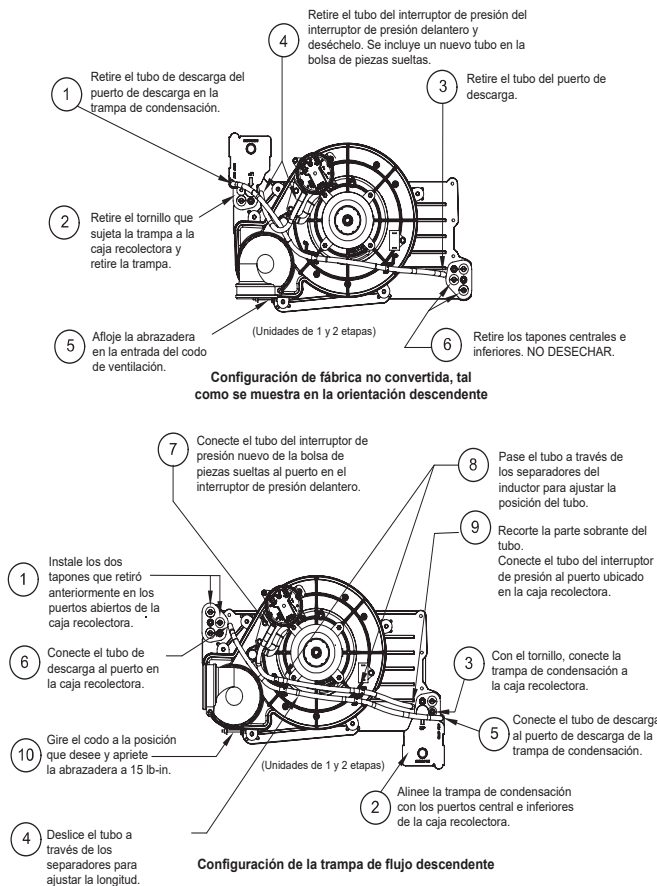

Fig. 9 – Configuración de la trampa de flujo descendente (La apariencia puede variar) A11587SP
Cuando el calefactor se instala en posición de flujo descendente, en un principio la trampa de condensación se encontrará, de fábrica, en la esquina superior izquierda de la caja recolectora. Consulte la imagen superior en la Fig. 9. En este caso, la trampa de condensación debe cambiarse de lugar para que la condensación drene adecuadamente. Consulte la imagen inferior en la Fig. 9.
- La Fig. 9 muestra la trampa de condensación y las tuberías antes y después del cambio de ubicación. Consulte la Fig. 9 para comenzar la conversión de la trampa.